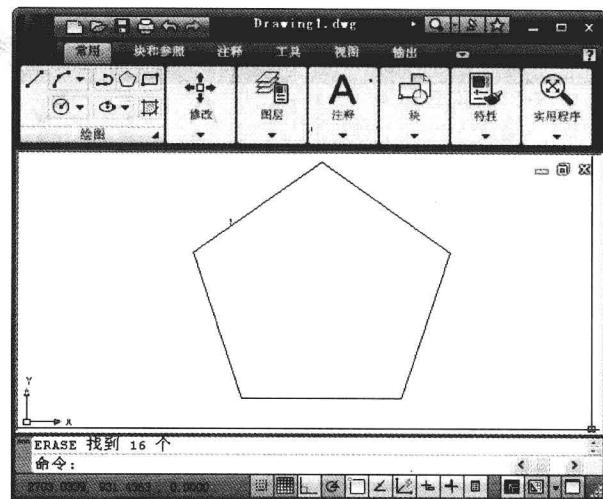

图 1.7 绘制外层正五边形效果
- ① 单击【绘图】工具栏上的【正多边形】按钮 ；
- ② 在弹出的“输入边的数目”文本框中输入“5”；
- ③ 按空格键；
- ④ 在绘图区任意一点按鼠标左键，确定圆心位置；
- ⑤ 在弹出的“输入选项”中选择“内接于圆(I)”；
- ⑥ 在弹出的“指定圆的半径”文本框中输入“100”；
- ⑦ 按空格键，得到如图 1.7 所示的正五边形。